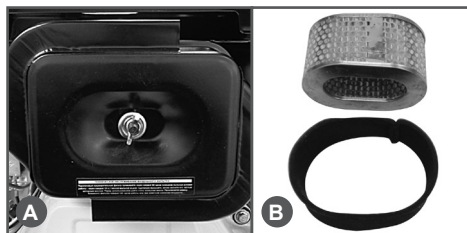

Рис. 20 Обслуживание воздушного фильтра
2. Открутите барашковую гайку и снимите крышку воздушного фильтра (Рис. 20А).